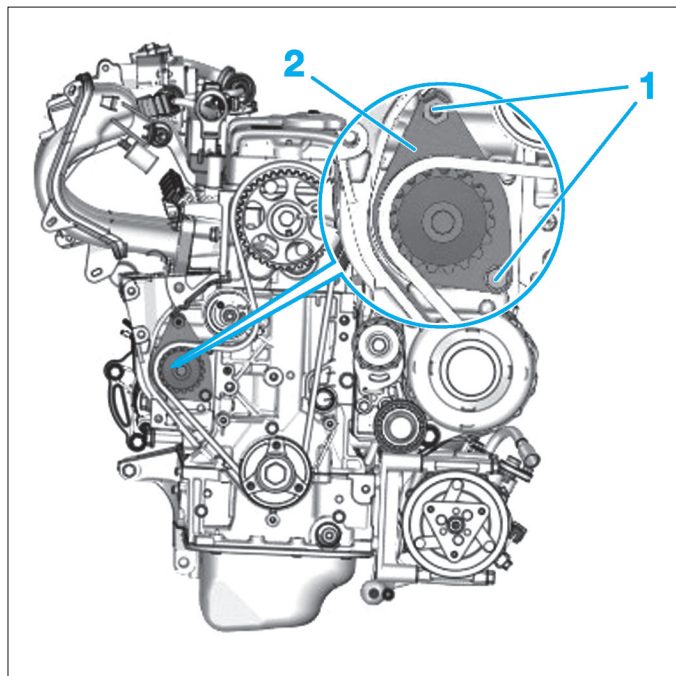

Fig. 21
- les vis de fixation de la pompe à eau (1) (Fig.21),
- la pompe à eau (2).